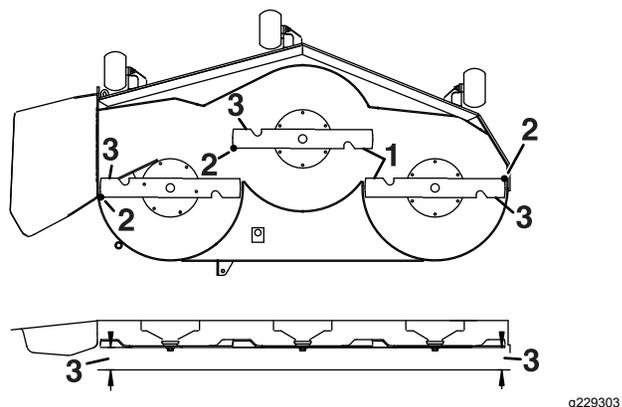

Bild 69
- Messen Sie den Abstand zwischen den äußeren Schnittkanten und der ebenen Oberfläche (Bild 69).